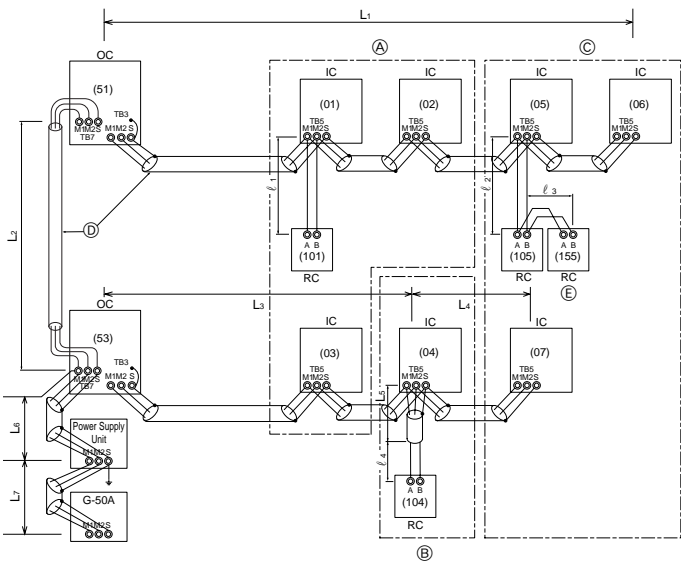

Fig. 6-2
■ Controlador remoto M-NET (Fig. 6-2)